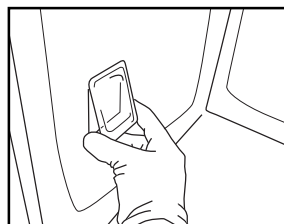

Fig. 9
5. Plaats het beschermkapje terug en duw het tegen de wand om het op de juiste manier te bevestigen (fig. 9)